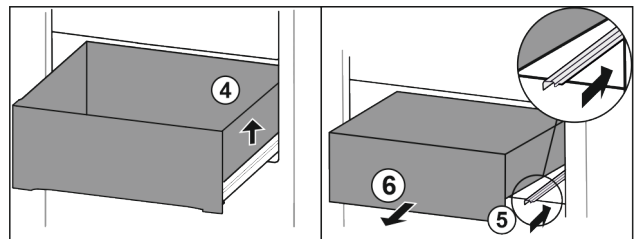

Fig. 107
- Sollevare il cassetto a destra. Fig. 107 (4)
- Inserire la guida destra. Fig. 107 (5)
- Rimuovere il cassetto tirandolo in avanti. Fig. 107 (6)